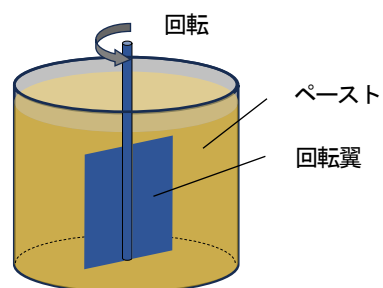

図 4-2
- (3) (2)の最密充填状態を形成する構造の名称を答えよ。
- (4) セメント A をセメント B と均質に混合して、一辺 1 cm の立方体の容器に密に詰めることを考える。その場合、「セメント A とセメント B の混合物の体積に対するセメント B の体積の割合」と「混合したものの単位容積質量 (g/cm^3)」との関係のグラフの概形を図示せよ。
- (5) セメント A およびセメント B をそれぞれ水と体積比 1:1 で均質に練り混ぜたペースト A およびペースト B がある。各ペーストをそれぞれ同じ大きさの円筒容器に入れ、図 4-2 のように回転翼によって同じ回転速度でゆっくりとした回転運動を加えた場合、回転翼に生じるトルクが大きいのはどちらのペーストか。その理由も述べよ。